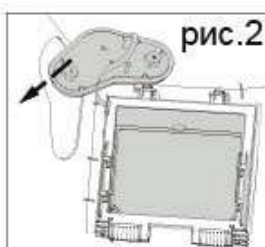

рис.2
рис.2а
- Осторожно вставьте наружную часть корпуса внешнего управления через боковое отверстие маски (см рис.2). Затем установите его в маску правильно (см рис.2а).